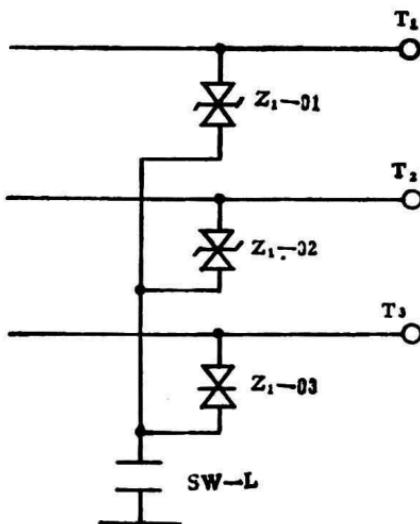

图14 过电压保护电路
(3) 保护电路：
a. 防止过电压保护装置（见图14）：在高压变压器初级T₁、T₂、T₃与地之间加三组对接稳压二极管，其效果相当一个齐纳二极管，其公用端与地之间还加上一组电源继电器SW-L常开接点，在接通电源时过载保护装置才被接入电路中，以防止高压初级电压过高。